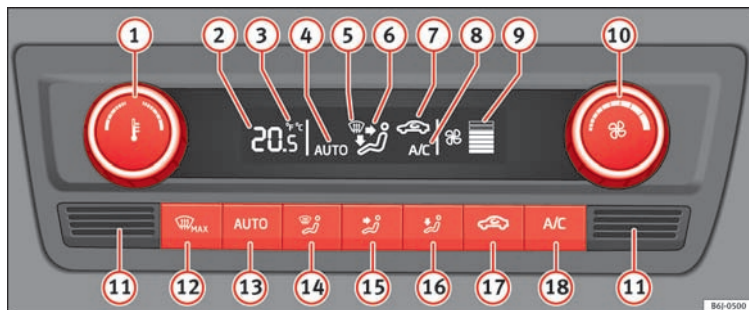

Fig. 169 Betjeningslementer til Climatronic
-   **Fig. 169** skal være tilsluttet.
Hvis du trykker på en knap, bliver den pågældende funktion aktiveret, og airconditionslægget tilsluttes, hvis det var afbrudt, undtagen hvis der trykkes på knappen  **Fig. 169** (recirkulation).
- Drej kontakten  mod venstre, indtil segmenterne i kolonnen  **Fig. 169** slukker.
- Tryk på knappen   **Fig. 169**.
Tryk samtidig i **2 sek.** på knapperne  og  **Fig. 169**. På displayet bliver dataene vist i den ønskede enhed.
- Kabinetempersensoren  **Fig. 169** er placeret i den nederste del. Klæb og dæk ikke sensoren til, da det kan have negativ indflydelse på Climatronic.
- Tryk på knappen   **Fig. 169**. I displayet vises **AUTO**.
- Når du har tilsluttet tændingen, kan du indstille den ønskede kabinetemperatur med drejeregulatoren  **Fig. 169**.
- Tryk på knappen   **Fig. 169**. Symbolet  bliver vist i displayet.
- Tryk på knappen  **17** » » Fig. 169. Symbolet  i displayet forsvinder.
- Drej regulatoren **10** » » Fig. 169 mod venstre (reducering af blæserhastighed) eller mod højre (forøgelse af blæserhastighed).
- Tryk på knappen  **12** » » Fig. 169.
- Tryk flere gange på knappen  **12** » » Fig. 169, eller tryk på knappen .